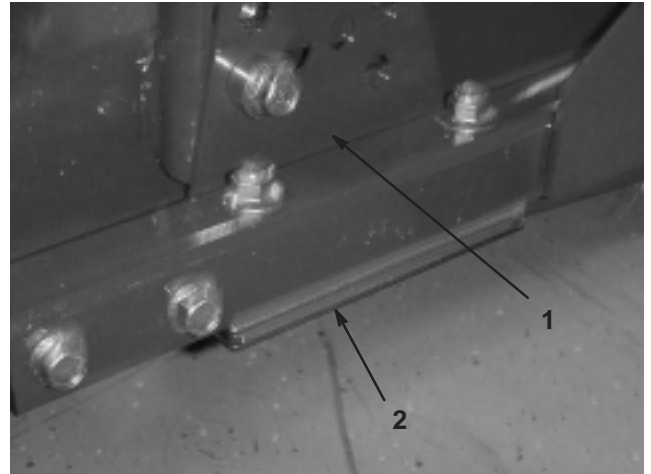

Figure 12
1. Déposez la patte support de hauteur de coupe (avant, gauche ou droite) du bâti de plateau (Fig. 12).
2. Disposez les cales de 1,5 mm ponce et/ou la cale de 0,75 mm entre le bâti de plateau et le support pour obtenir la hauteur de coupe voulue (Fig. 12).